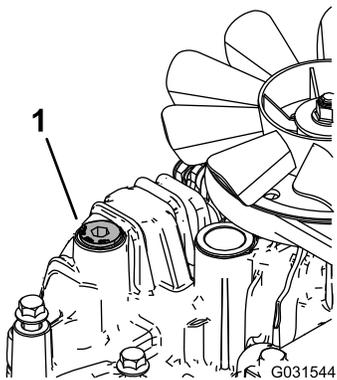

Figura 86
11. Allentate il tappo di sfiato su ciascuna trasmissione in modo che sia lento e mobile (Figura 86).